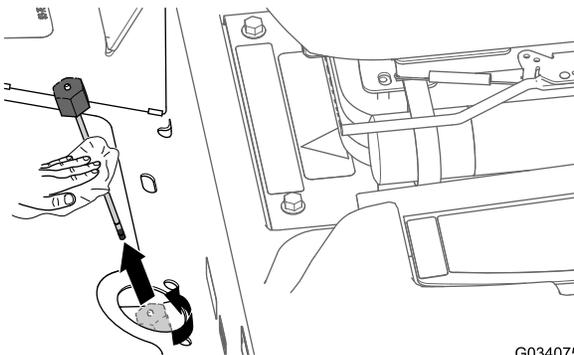

Figura 83
2. Desaperte a tampa da vareta (Figura 83) e remova o tubo de enchimento do conjunto e limpe a vareta com um pano limpo.